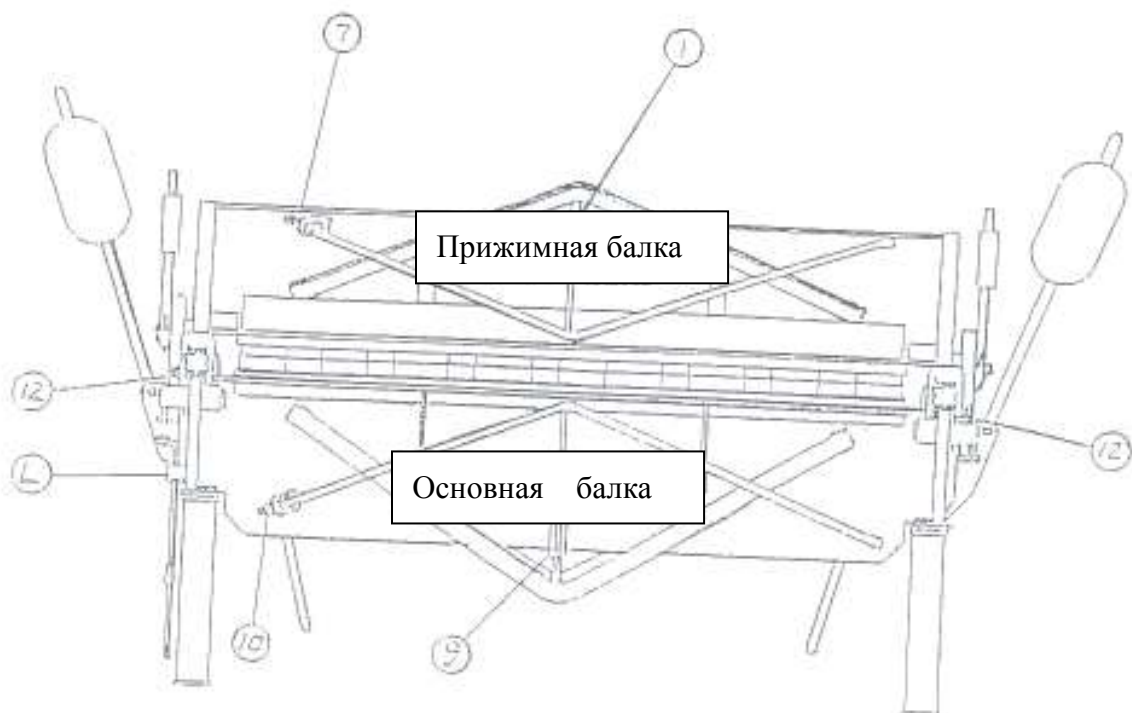
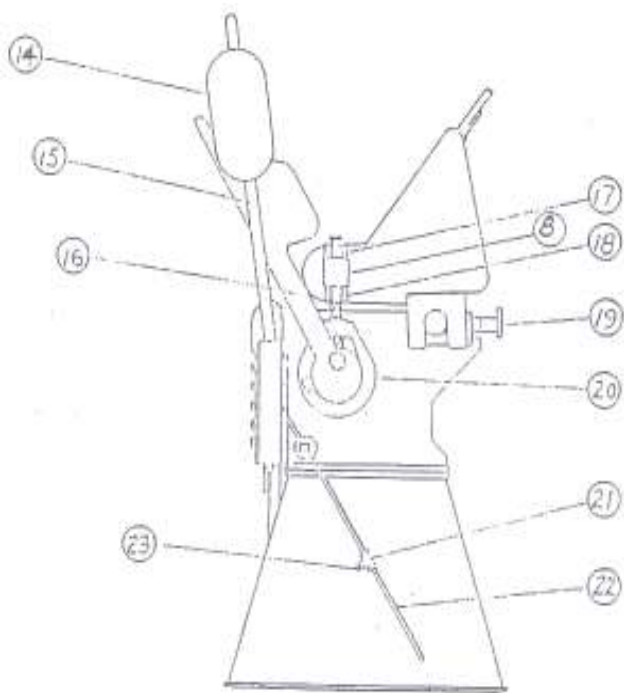
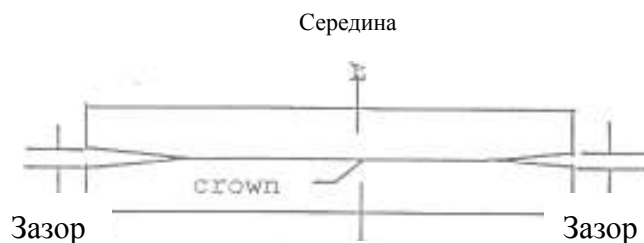

Рис. 2 Вид сзади
Рис.3 Вид правого торца
Рисунок 7
1. Ослабить гайки 17, 18 (Рис. 3) на каждом торце машины, при этом рукоятки зажима 10, 10-1 находятся в передней позиции.
2. На задней панели машины полностью ослабить гайки 1 и 7 (Рис. 2). Закрутить гайку 1 так, чтобы в тяге появилось натяжение, и сделать еще один полный оборот для машин MFB/S 1225, 2025, 2525, 2516, примерно $1\frac{1}{2}$ оборота для машин MFB/S 3020, 3016, 3712, 4008. Далее, закрутить гайку 7 до натяжения в тягах и сделать еще примерно $\frac{1}{2}$ оборота для машин MFB/S 1225, 2025, примерно $\frac{3}{4}$ оборота для машин MFB/S 2525, 2516, 3020, 3016 и почти полный оборот для машин MFB/S 3712, 4008. Рассмотреть вид машины сзади. Слева и справа зазор между основной и прижимной балками должен быть одинаковым, при условии, что середина прижимной балки касается основной (Рис.7). При необходимости, отрегулировать. Затем отрегулировать усилие зажима заготовки, для чего две полосы металла шириной 50...70мм зажать по краям рабочей зоны. Гайками 17, 18(Рис.3) добиться степени зажатия, при которой полосы можно сдвигать рукой с небольшим усилием. Затянуть контргайки. **Настройку усилия зажима необходимо выполнять при смене толщины заготовки.**
Запрещается загиб против швов, если передаточные рычаги 20 (Рис. 3) не отрегулированы для зажима толщины всех слоев шва; а прижимная балка не отрегулирована должным образом для получения соответствующего радиусагиба. Использовать только материал с прямоугольными краями – закругленные края станут причиной деформации гибочных кромок.
Регулировка осуществляется смещением кромки прижимной балки относительно линии сгиба. Эта величина должна быть не менее чем толщина обрабатываемого листа умноженная на 1,2 и соответствовать минимально допустимому радиусу (см. табл. Ниже и рис. 16). Регулировка осуществляется маховиками 19 (Рис. 3 и 4), при незакрытых рычагах 16(Рис.3) (кромка прижимной балки опирается на станину без усилия).
Упор угомера 21 (Рис. 3) ограничителя углагиба может располагаться в любой точке рейки угомера 22. Его положение фиксируется с помощью стопорного болта 23.
Противовес 14 (Рис. 3) может подниматься и опускаться на штанге 15 для балансировки гибочной балки.